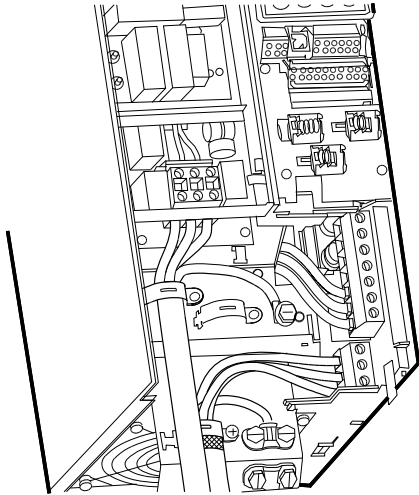

Fig. 16 Conexión de motor y red, B3
1. Conectar el conductor de tierra al terminal 95 (PE). Ver fig. 16 y 17.
1. Conectar el conductor de tierra al terminal 99 (PE). Ver fig. 16 y 17.
2. Conectar los conductores del motor a los terminales 96 (U), 97 (V), 98 (W).